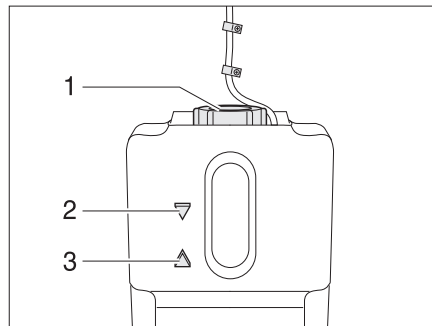

Fig. 277 Vase d'expansion pour le chauffage à eau chaude
- Contrôler si le liquide se trouve entre les marques "MIN" (Fig. 277,3) et "MAX" (Fig. 277,2) sur le vase d'expansion (Fig. 277).
- Ouvrir le bouchon du vase d'expansion (Fig. 277,1).